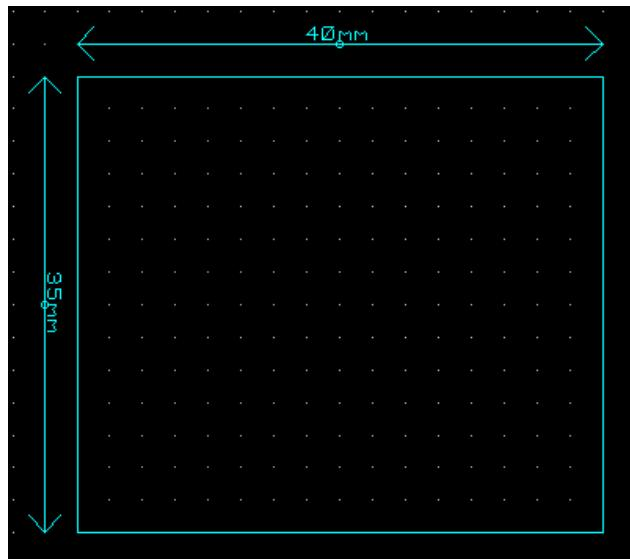

Figura 85: Dimensionamento e desenho da borda do componente.
3. Clique sobre o ícone ***Dimension Mode*** para dimensionamento da borda do componente conforme figura 85.
4. Selecione o ícone ***2D Graphics Box Mode*** para desenhar a borda do componente de acordo com o dimensionamento definido anteriormente, figura 85.